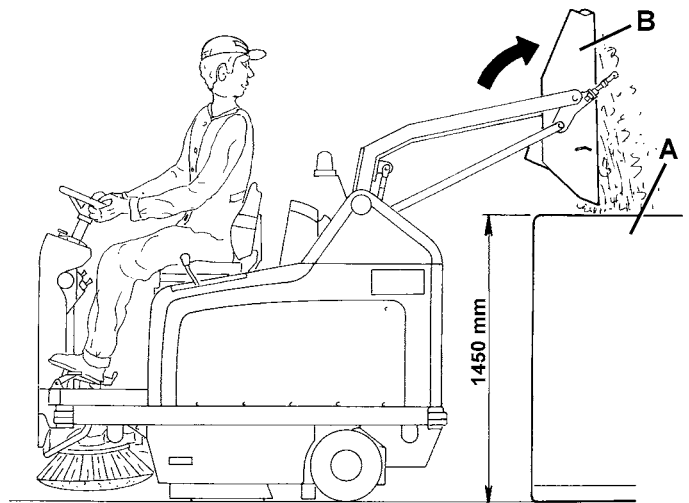

Abbildung 2
1. Die maximale Entleerhöhe des Abfallbehälters ist 1.450 mm (siehe Abb. 2).
- Die Ansauganlage mittels des Hebels (67) ausschalten.
- Den Filtrerrüttlerschalter (56) drücken.
5. Den Bestätigungsschalter (51) und gleichzeitig den Schalter zum Kippen (58) des Abfallbehälters (B, Abb. 2) drücken und alle Abfälle in den Aufsammelbehälter (A) entleeren.